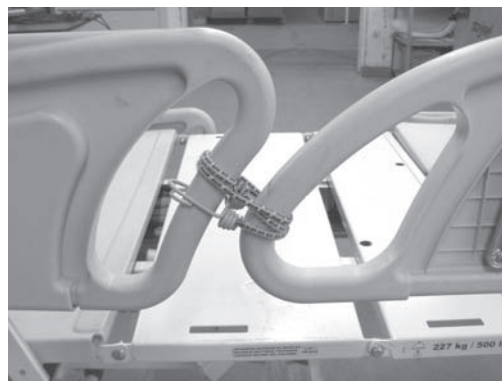

Figure 4
3. À l'aide d'un petit tournevis plat, soulever et retirer la membrane extérieure (A), les deux cache-vis (C) et l'étiquette (B). Porter une attention particulière lors de l'insertion du tournevis sous les étiquettes afin d'éviter de causer des dommages à la barrière.
5. À l'aide d'un tournevis Phillips n° 2, retirer les huit vis (D) fixant le couvercle extérieur au côté de lit.
7. Fixer le côté de lit à réparer au côté de lit adjacent à l'aide du câble élastique (voir la Figure 4)
8. À l'aide de pince coupante, couper l'attache du câble inférieure (E) fixant la partie inférieure du câble gris (il peut y avoir deux câbles) à la structure en aluminium. Un jeu dans le câble est nécessaire pour effectuer les étapes suivantes